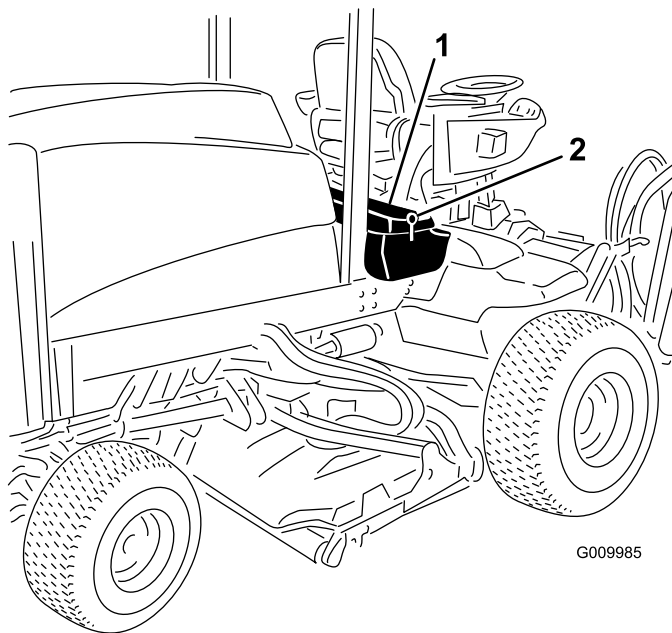
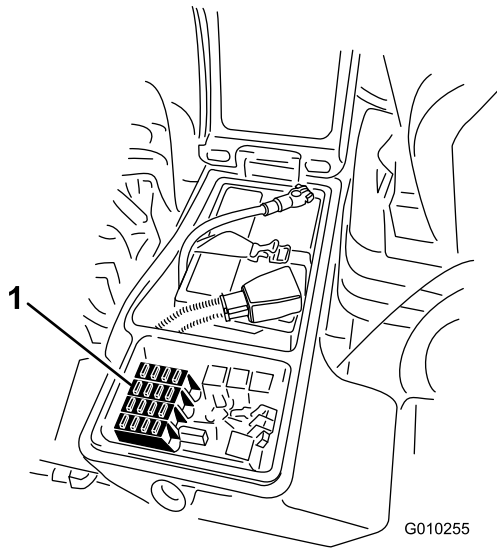

Figure 62
Figure 63
1. Ouvrez le verrou du couvercle du bac de rangement droit et soulevez le couvercle (Figure 62).
1. Ouvrez le verrou du couvercle du bac de rangement droit et soulevez le couvercle (Figure 62) pour exposer le porte-fusibles (Figure 63).
2. Remplacez les fusibles qui ont fondu selon les besoins (Figure 63).
3. Refermez le couvercle du bac de rangement droit et fixez-le en place avec le verrou (Figure 62).